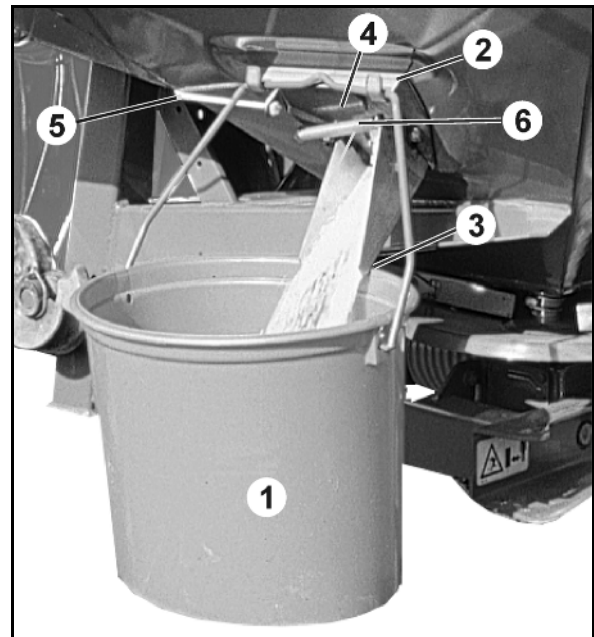
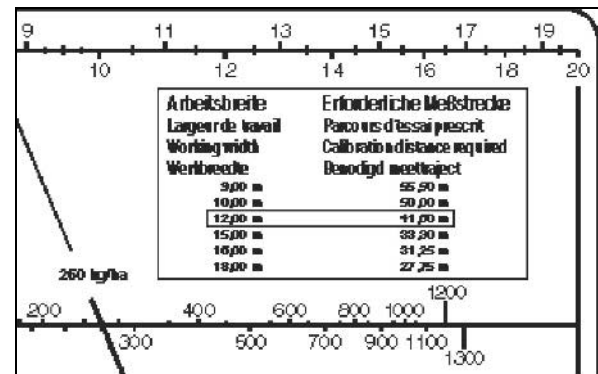

Bild 68
Bild 69
3. Avläs den nödvändiga mätsträckan (41,6 m) från nomogrammet (Bild 68/1) eller räkneskivans baksida (Bild 69) för den önskade arbetsbredden (12 m).